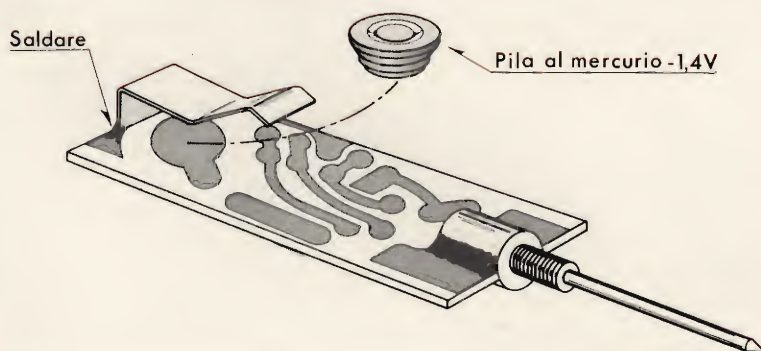

Fig. 5 - Montaggio della pila al mercurio.
- Montare la pila — fig. 5 — al riguardo bisogna precisare che la stessa non è fornita in unione al Kit, e che allo scopo ben si presta il tipo G.B.C. II/0138-04.